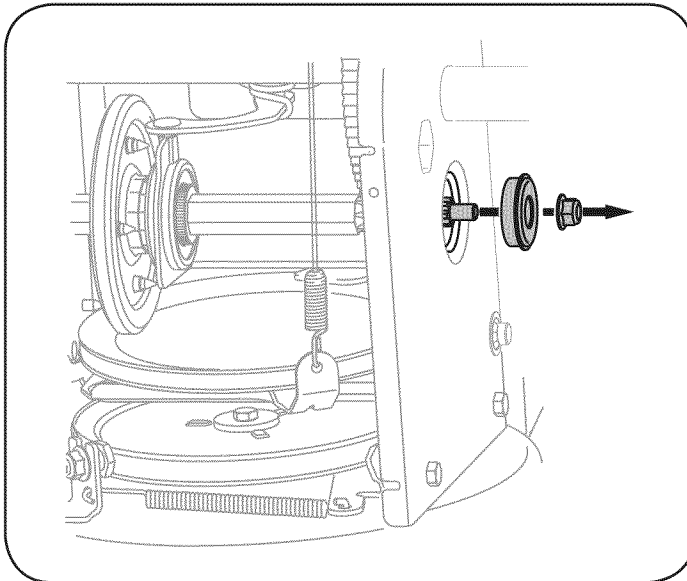

Figura 29
6. Retire con cuidado la tuerca hexagonal y la arandela que sujetan el eje hexagonal al marco de la máquina quitanieve, y golpee suavemente el extremo del eje para desplazar el cojinete de bolas del lado derecho del marco. Vea la Figura 29.